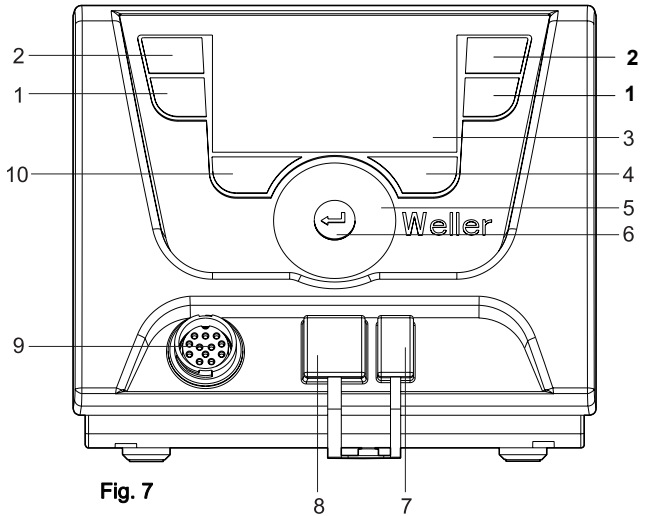
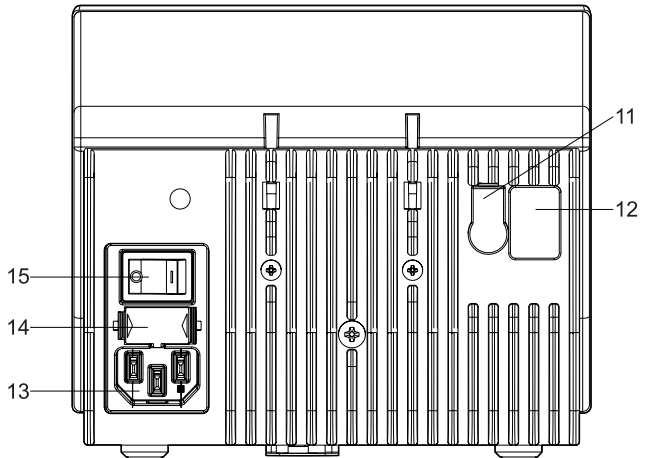

Fig. 7
Fig. 8
Observez les figures d'ensemble (fig. 7 et fig. 8, page 8).
Observez les figures d'ensemble (fig. 7 et fig. 8 page 8).
* voir également les figures d'ensemble (fig. 7 et fig. 8, page 9).